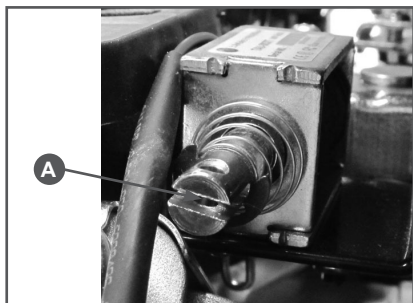

Рис. 10 Шток соленоида управления воздушной заслонкой карбюратора
4. Нажмите и удерживайте шток соленоида управления воздушной заслонкой карбюратора (1) Рис. 10.